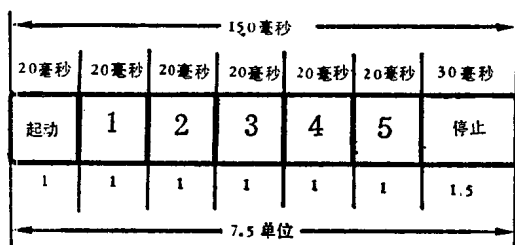

图 1.2 五单位电码
2. 每个基本信号脉冲长度为20毫秒。为了保持双方在工作期间收发同步，在每组信号始端和末端分别增加一个起动脉冲(无电流)和一个停止脉冲(有电流)。停止脉冲为基本脉冲的1.5倍。实际上55型电传机发送一个字母或数字，共需7.5个单位脉冲，相当于150毫秒。如图1.2所示。